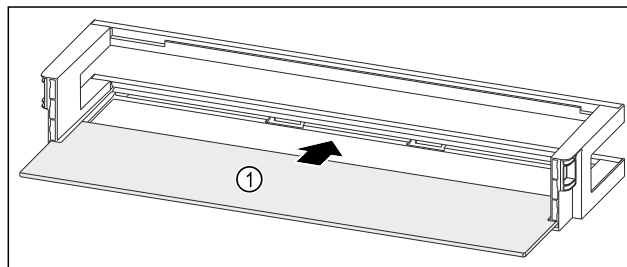

Fig. 194 Balconnet de contre-porte avec tablette de rangement
- Insérer la tablette de rangement Fig. 194 (1) dans les évidements latéraux.